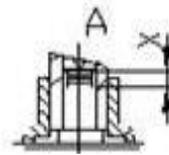

Рис. 1
Агрегат CRS состоит из (см. рис.1): насосной части поз. 1; электродвигателя поз. 2; проводов токоподводящих поз. 3; клапана поз. 4; таблички поз. 5; кожуха защитного поз. 6; сетки защитной поз. 7.
6.3.7 Для предотвращения повреждений токоподводящих проводов при монтаже агрегата с фланцевым соединением необходимо использовать ответный фланец с выборкой (см. чертеж фланца на рис.1).
- придерживая вал насоса в верхнем положении (см. п. 2), установить насос на фланец электродвигателя и замерить размер “Х” между концами валов (см. рис. 1);